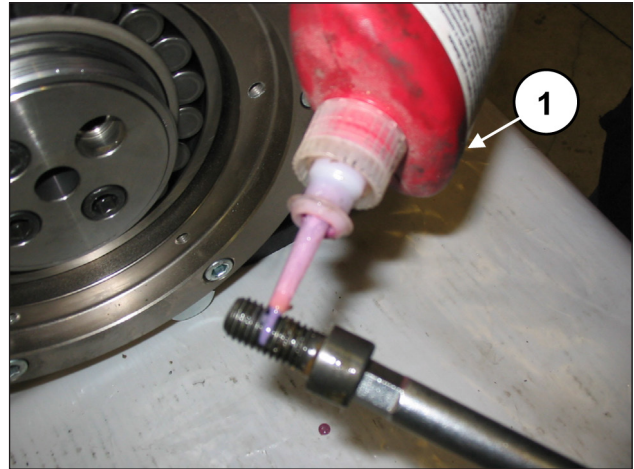

Fig. 87
Applicare LOCTITE 243 ai filetti delle viti M12x25 (pos. ①, Fig. 87).